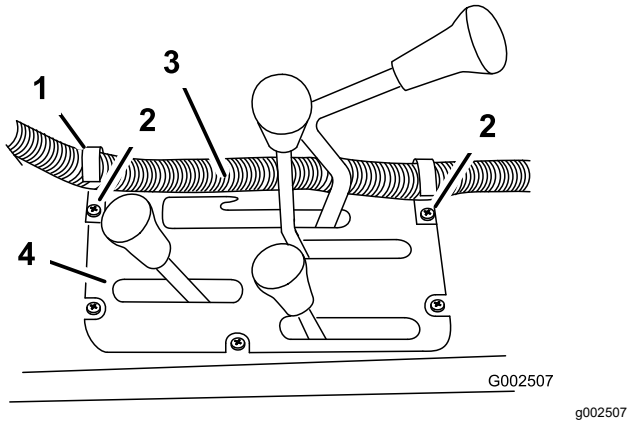
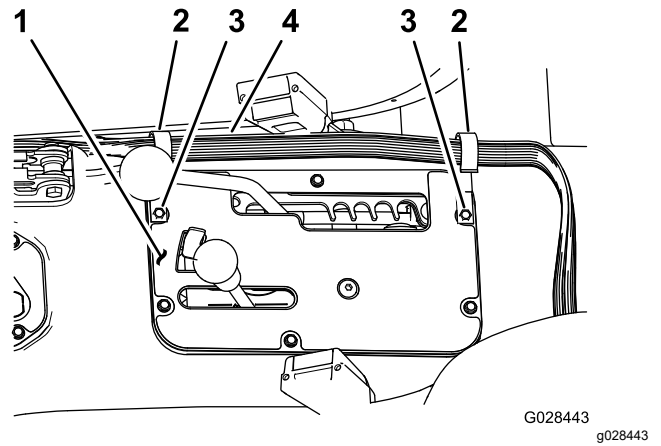

图 20
图 21
1. 使用现有螺丝在中央控制台上的图 20 或图 21 中的位置处安装 2 个 J 型夹。